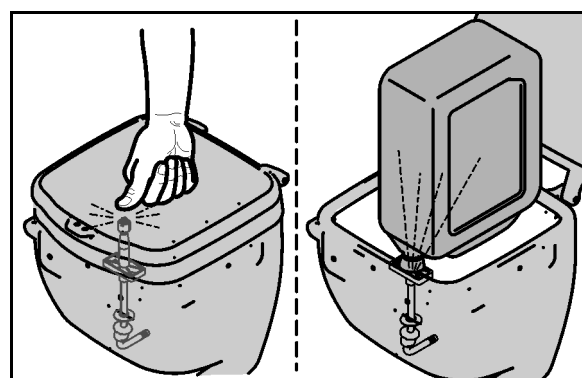

Fig. 54
- a tampa articulada pressiona o bico de lavagem do bidão para baixo (Fig. 54).